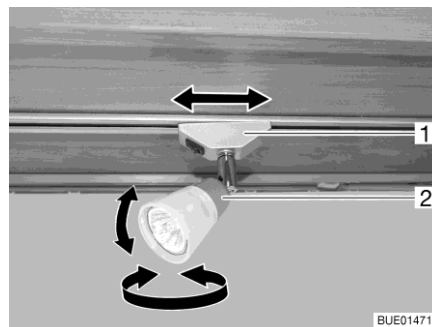

Fig. 43 Spot
*Tourner le spot :* ■ Tourner le boîtier (Fig. 43,2) du spot dans le sens désiré.
- Tourner le support (Fig. 43,1) d'environ 45°.
- Tourner le support (Fig. 43,1) de 90°.